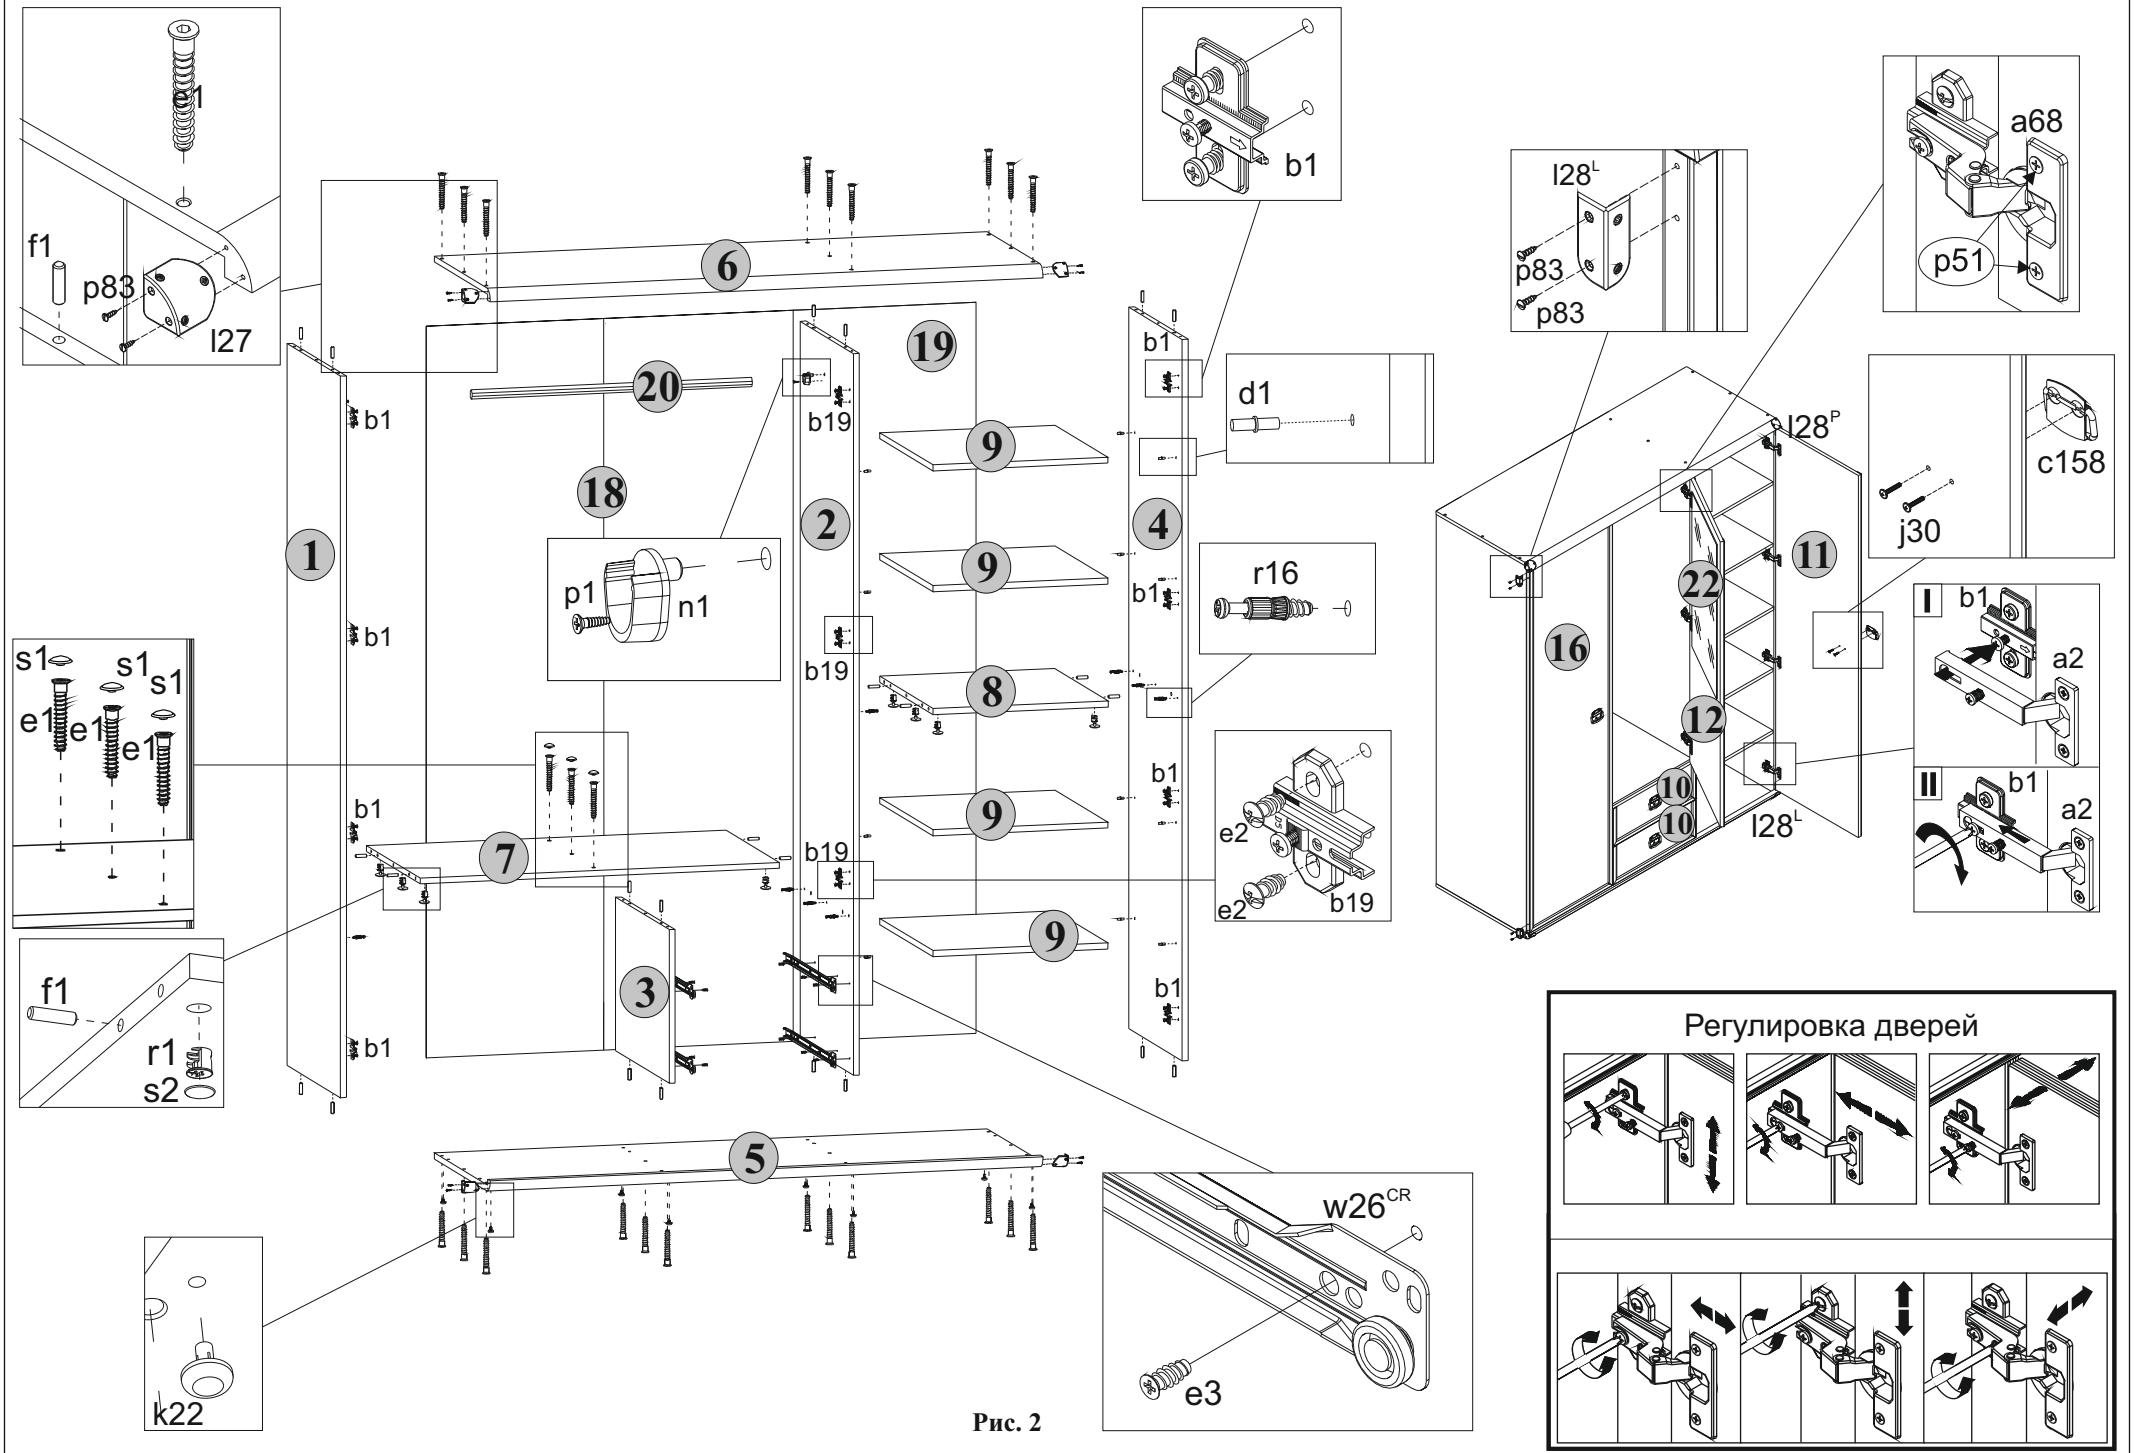

Рис. 2
вставить стяжки эксцентриковые **r1** (см.рис. 2).
5.11 В отверстия диаметром **4,5 мм** на нижней поверхности щита нижнего **5** вставить опоры полимерные **k22** (подплатники) (см.рис. 2).
5.13 К полке соединительной **7** присоединить стенку среднюю **3** и стянуть конформатами **e1**, пользуясь специальным ключом **z1** из комплекта фурнитуры. Головки конформатов **e1** закрыть заглушками **s1** (см.рис. 2).
5.16 К деталям **1**, **2**, **3** и **4** присоединить щит нижний **5** и стянуть конформатами **e1**, пользуясь специальным ключом **z1** из комплекта фурнитуры (см.рис. 2).
5.17 К деталям **1**, **2** и **4** присоединить щит верхний **6** и стянуть конформатами **e1**, пользуясь специальным ключом **z1** из комплекта фурнитуры (см.рис. 2).
5.31 Положить двери **16** и **11** фасадной поверхностью вниз на ровную поверхность. Закрепить на дверях петли шарнирные **a2**, пользуясь крестообразной отверткой (см.рис.2).
- 5.2 В отверстия диаметром **8 мм** на верхних и нижних кромках стенок боковых **1** и **4**, на верхних и нижних кромках стенок средних **3** и **4**, а также на боковых кромках полок соединительных **7** и **8** вбить деревянные шканты **f1** (см.рис. 2).
- 5.6 В отверстия диаметром **5 мм** над направляющими роликовыми **w26CL** и **w26CR** на левой поверхности стенки средней **2** и на правой поверхности стенки боковой **1** вкрутить винты стяжки **r16**, пользуясь крестообразной отверткой (см.рис. 2).
- 5.7 В отверстия диаметром **5 мм** в центральной части на левой поверхности стенки боковой **4** и на правой поверхности стенки средней **2** вкрутить винты стяжки **r16**, пользуясь крестообразной отверткой (см.рис. 2).